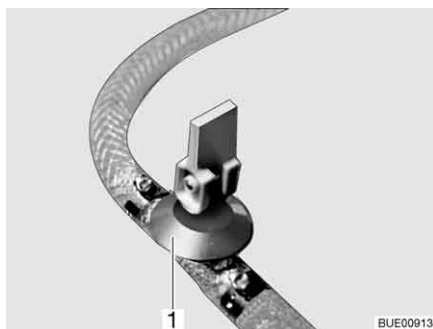
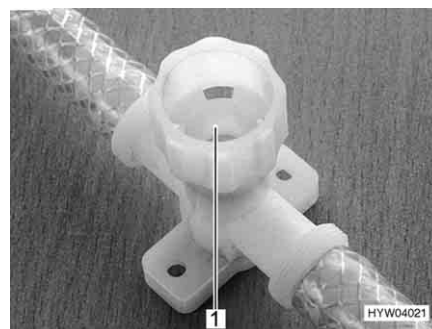

Bild 173 Ablasshahn (mit Kipphebel)
Bild 174 Ablasshahn (mit Drehkappe)
- Alle Ablasshähne öffnen. Dazu den Kipphebel des Ablasshahns (Bild 173,1) senkrecht stellen oder die Kappe des Ablasshahns (Bild 174,1) entgegen dem Uhrzeigersinn drehen.